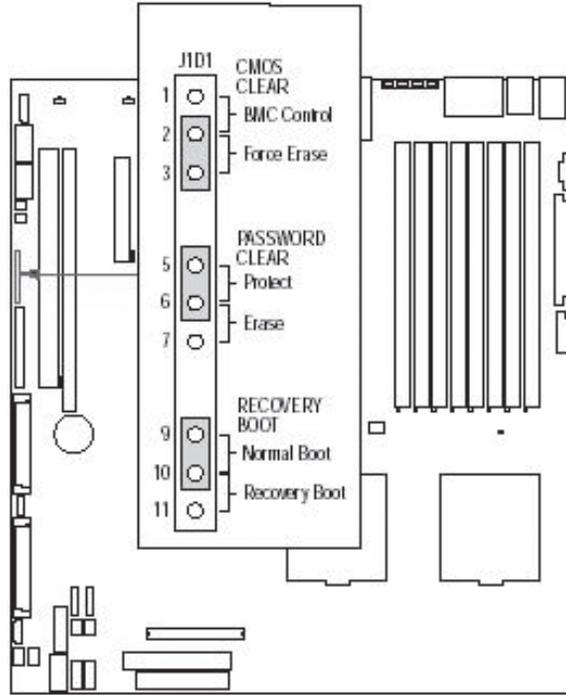

图 4-3 CMOS 配置清除跳线
- 2、如图 4-3 所示将跳线帽从 1-2 脚移到 2-3 脚。